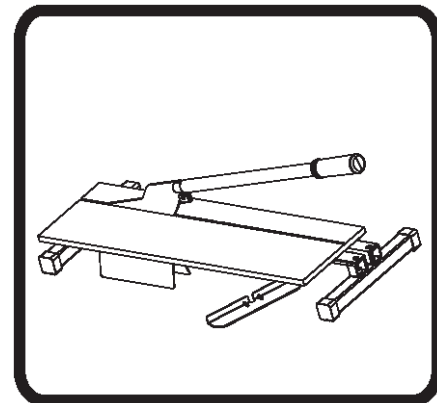

Рис. 3
1. Рез по прямой и продольный рез: Отметьте линию реза на ламинате, снимите крепление стопора с основания ножа. Совместите лезвие с линией, отмеченной на доске, затем нажмите на лезвие, используя ручку. Маленькие зубцы, расположенные вдоль прорези для резки, предотвратят скольжение ламинатной доски. Если разрез длиннее 20 см, рекомендуется сделать несколько разрезов с шагом 5 см для каждого разреза, чтобы следовать отмеченной линии разреза. После каждого разреза снова поднимайте ручку. Сдвиньте отрезанную часть напольного покрытия к оси лезвия и разрежьте снова. Повторяйте процедуру до тех пор, пока разрез не будет выполнен по всей длине. (рис. 3 и 4)